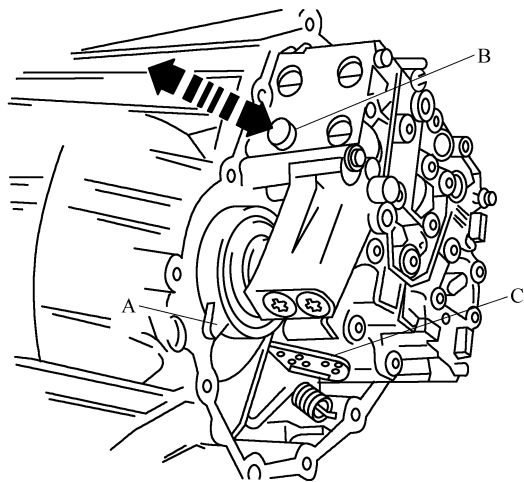

图 2-2-15 检查控制活塞
(1) 在卡盘 C 或者换挡轴连杆上反复向左和向右移动换挡轴。此时控制活塞 B 必须响应向外和向内摆动，如图 2-2-15 中箭头所示。